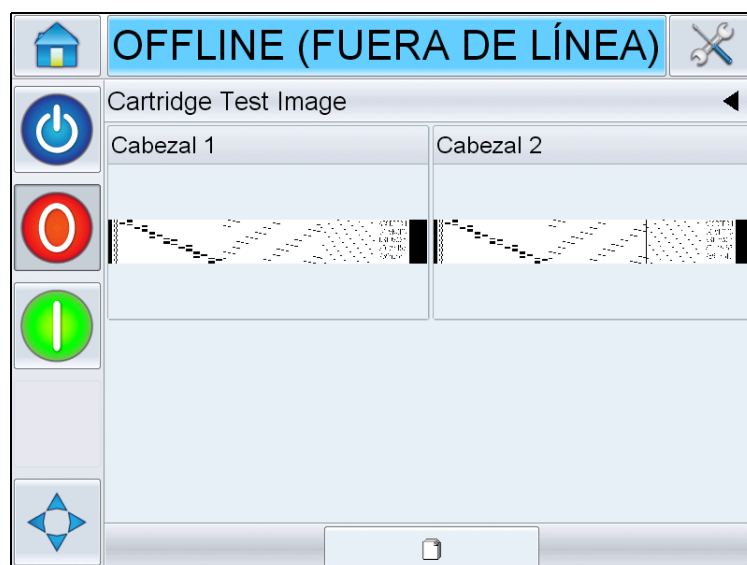

Figura 6-2: Pantalla de detalles del trabajo actual
- 2 De esta forma aparece una vista preliminar del trabajo, como se muestra en la Figura 6-2.